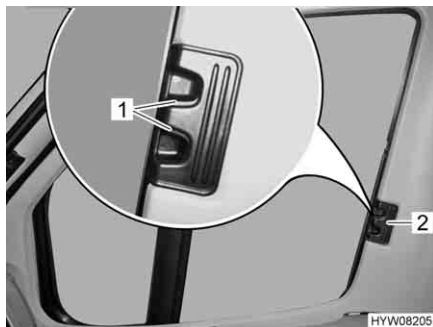
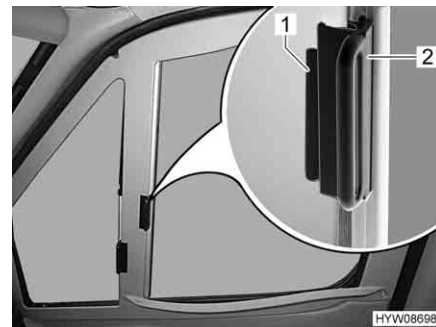

Fig. 33 Tendine oscuranti pieghevoli per il finestrino del conducente/passaggero (Fiat)
Fig. 34 Tendine oscuranti pieghevoli per il finestrino del conducente/passaggero (Mercedes-Benz)
- A seconda del tipo di tendina oscurante, premere e tenere premute le levette di bloccaggio (Fig. 33,1).
- Con la levetta (Fig. 33,2 o Fig. 34,2) tirare le tendine oscuranti pieghevoli per il finestrino del guidatore e del passeggero verso l'altro lato della finestra e congiungerle alle strisce magnetiche.
- Inserire fino all'arresto le tendine oscuranti pieghevoli per il finestrino del guidatore e del passeggero per la maniglia (Fig. 33,2 o Fig. 34,2).
- Rilasciare le levette di bloccaggio (Fig. 33,1) e farle innestare, oppure spingere l'impugnatura (Fig. 34,2) fino al sopralzo (Fig. 34,1).